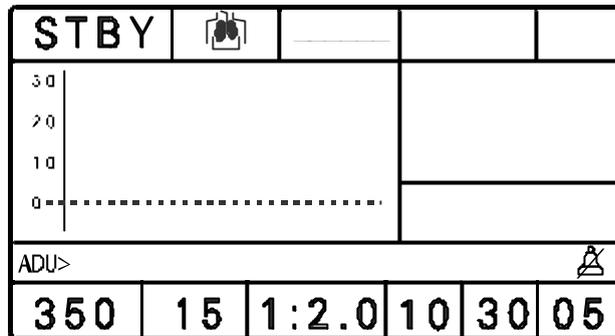

Figura 10.4: Tela de espera - STAND BY
C) Uma vez que o equipamento passe pelo autoteste o mesmo entra então na tela principal em STAND BY (Figura 10.4) com uma mensagem no display indicando esta condição e realiza um ajuste inicial automático dos parâmetros ventilatórios. O Ventilador 678 está pronto para dar início à ventilação e monitorização.